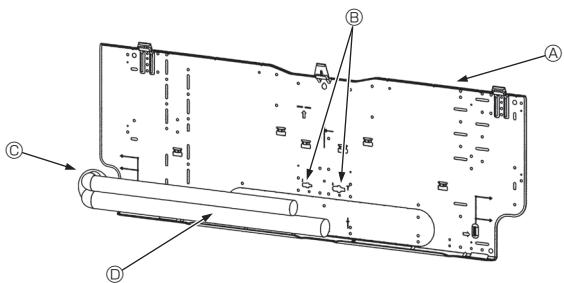

Fig. 3-5
3.3. Inserimento dei tubi nella parete (Fig. 3-5)
- (A) Piastra di montaggio